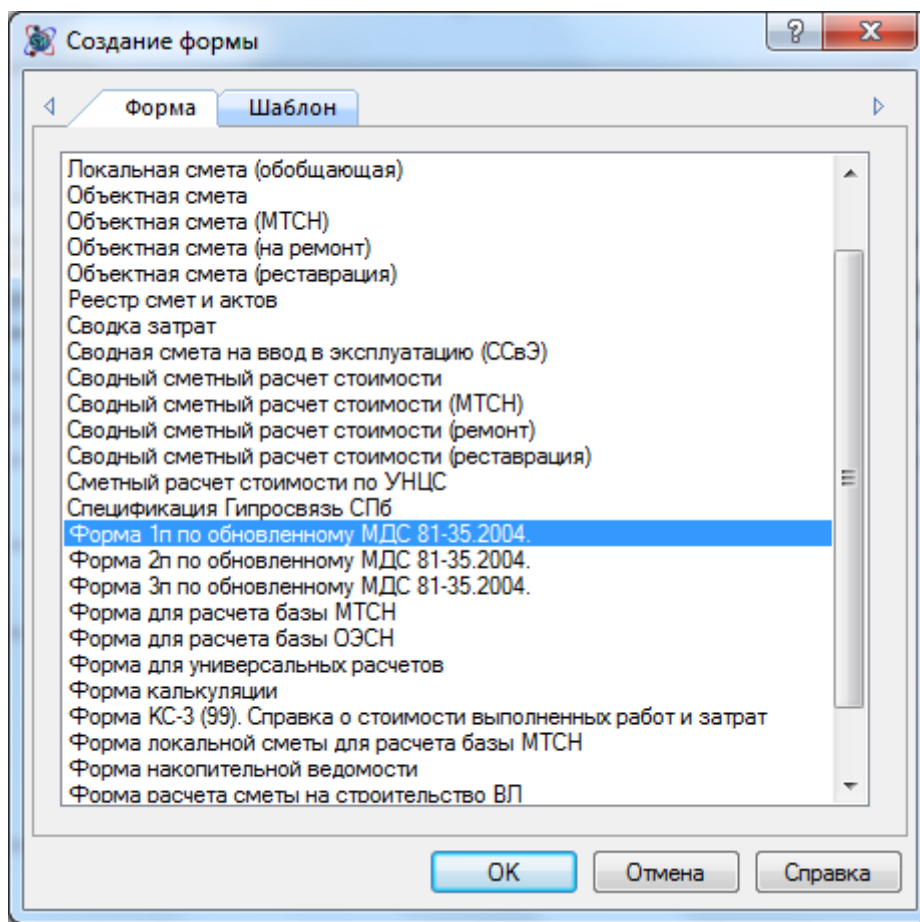

Рис. 3.1 Создание Формы 3п
3. В диалоговом окне *Создание формы* выбрать Форма 1п (рис. 3.1) и нажать кнопку ОК.